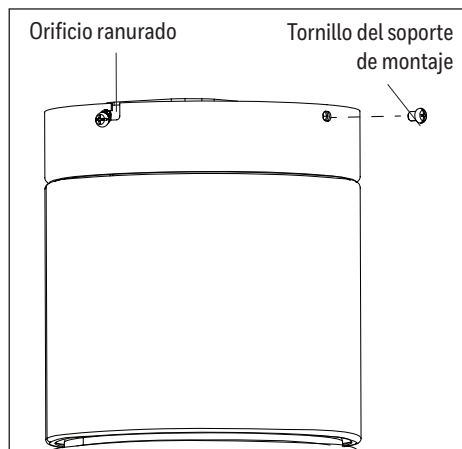

Figura 4.2
2. Deslice la parte superior del ensamble del motor sobre el soporte de montaje, alineando los orificios ranurados en la parte superior del ensamble del motor con los tornillos del soporte de montaje previamente aflojados en el soporte de montaje. Gire el ensamble del motor en dirección de las manecillas del reloj para asegurarlo. Luego, vuelva a insertar los tornillos del soporte de montaje y apriete bien todos los tornillos. (Figura 4.2).